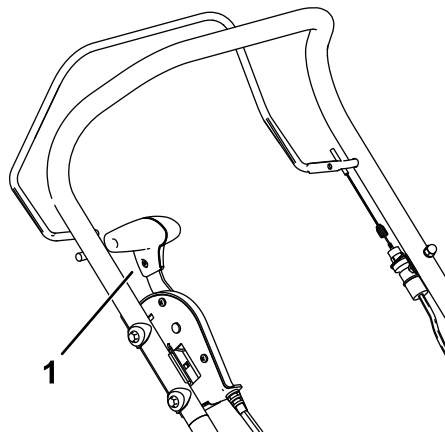

Figura 10
3. Mova a alavanca de transporte totalmente para trás na sua direção para a posição de transporte (Figura 10).
5. Mova a alavanca de transporte totalmente para trás na sua direção para a posição de transporte (Figura 10).
Para desligar o motor, liberte a barra de controlo da lâmina e mova a alavanca de transporte totalmente para trás na sua direção para a posição de transporte (Figura 10).